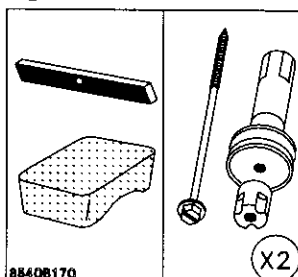

Fig. 5
- Assurez-vous que vous avez bien enlevé toutes ces pièces de l'appareil et conservez-les en cas de futur transport (fig. 5) (déménagement par exemple).